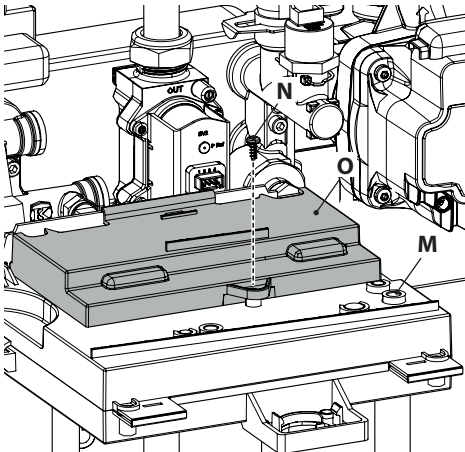

Figura 5.17
- Ruotare il pannello comandi **M**, come illustrato in Figura 5.17.
- Svitare la vite **N** e sollevare il coperchio **O** per accedere alle morsettiere alimentazione elettrica, remoto e sonda esterna (Figura 5.17).